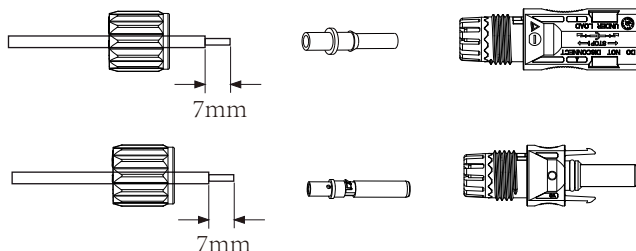

Abb. 6.3 Abschrauben der Überwurfmutter des Steckerverbinders
a) Isolieren Sie den PV-Draht 7mm ab, lösen Sie die Überwurfmutter des MC4-Steckers und fädeln Sie einen PV-Draht durch die Überwurfmutter des Steckers (siehe Bild 6.3). Wiederholen Sie diesen Vorgang mit allen PV-Drähten und achten Sie dabei besonders auf die Polarität des Steckers.